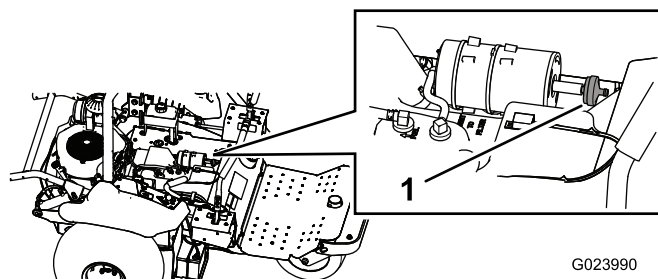

Figure 44
3. Détachez le filtre de la cartouche de charbon (Figure 44).